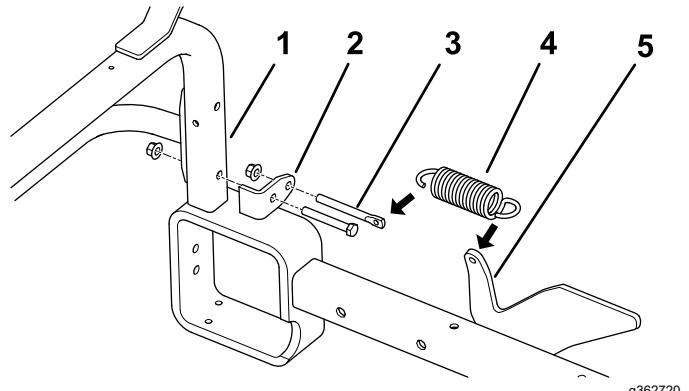

Рисунок 14
2. Отверните **нижнюю** гайку и болт крепления каждого монтажного кронштейна трубы сцепки к вертикальным трубам рамы (Рисунок 14).
Примечание: Расположите кронштейны пружин, как показано на Рисунок 14.